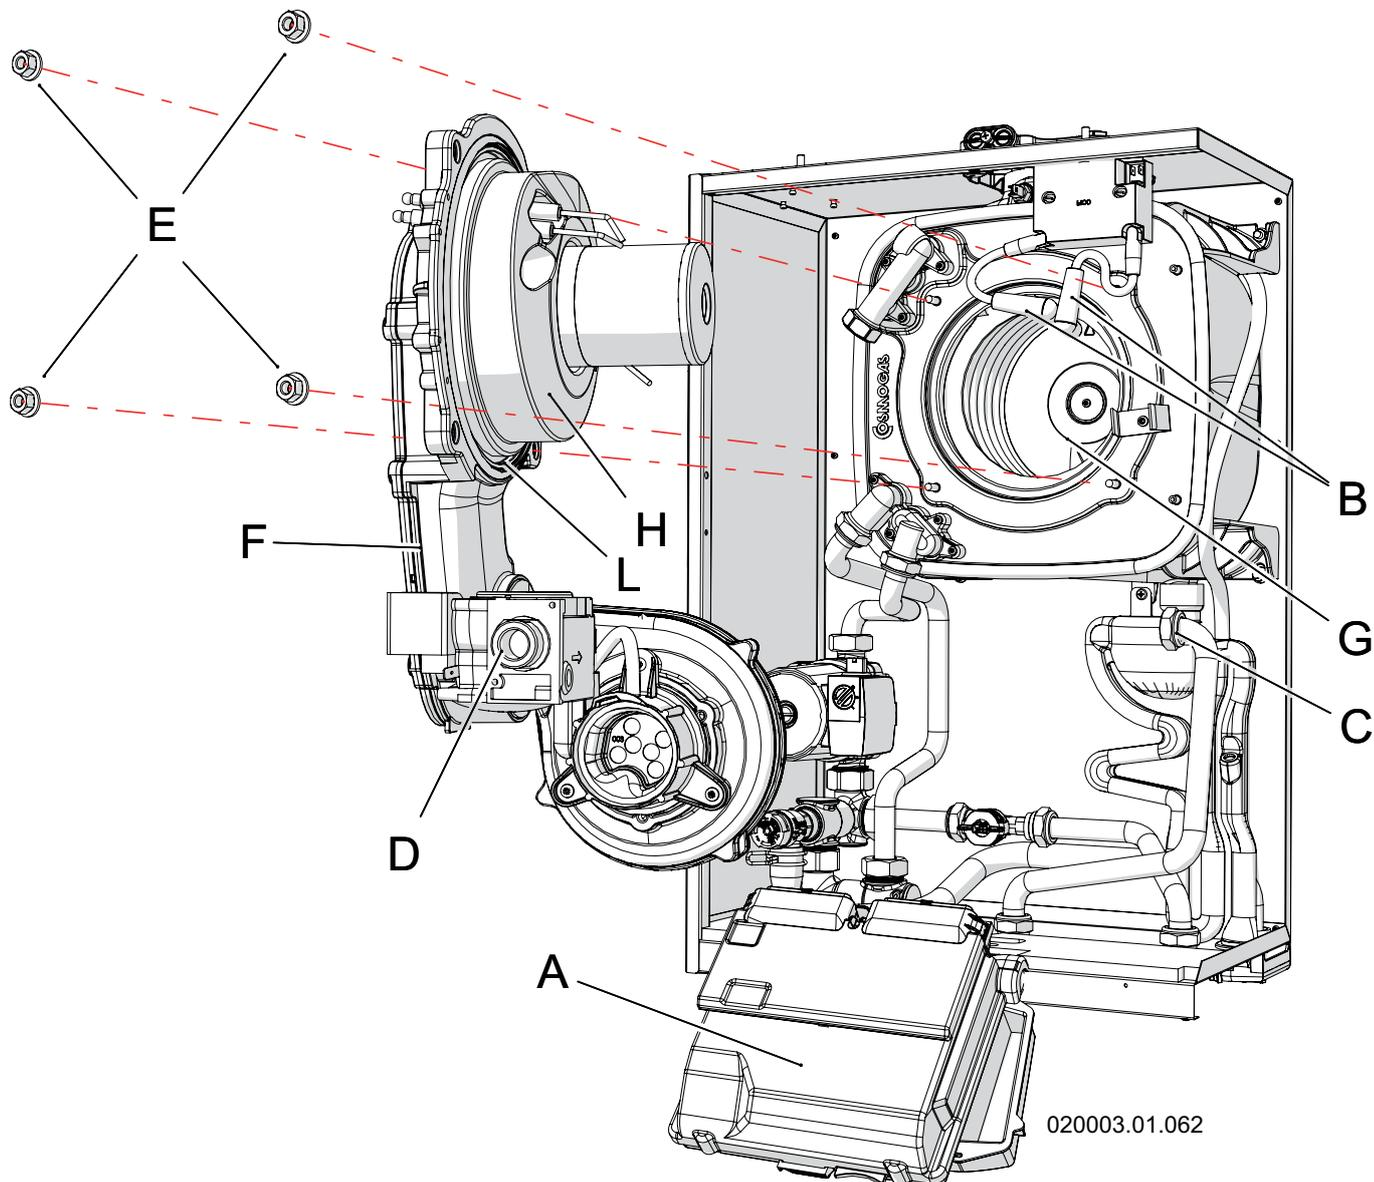

Figure 8-2 - Retrait d'unité de ventilateur de brûleur
Procédez comme suit pour le retrait de l'unité de ventilateur de brûleur (voir figure 8-2 sauf spécification contraire) :
Les isolations thermiques sont à vérifier chaque année et à remplacer si elles sont fissurées ou endommagées. Voir la Figure 8-2 illustrant les isolations thermiques (éléments "G" et "H") assemblées dans le brûleur et l'échangeur thermique.
**Après vérification de l'état de l'isolation thermique (voir Figure 8-2), remplacez, si nécessaire, avec le kit de pièces de rechange selon les instructions qui l'accompagnent. Le remplacement de l'isolation thermique s'accompagne de celui du joint statique "L" et des deux joints statiques des électrodes.**
Pour bien nettoyer le brûleur et l'échangeur thermique (côté fumée d'échappement), procédez comme suit (voir figure 8-2 sauf spécification contraire) :